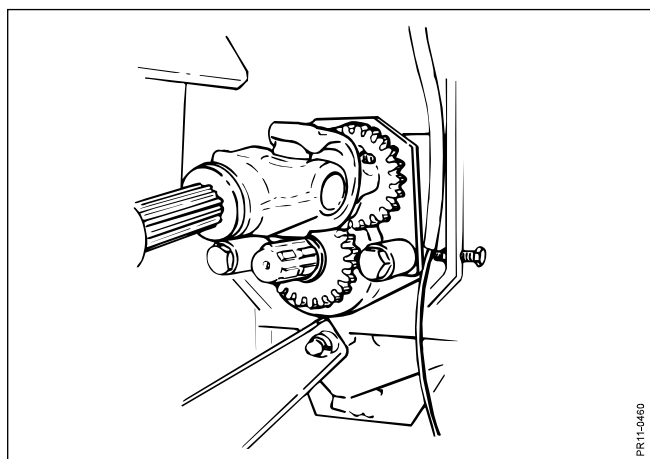

Fig. 4-14
- Fig. 4-14** 4. Monter l'arbre d'entraînement de prise de force sur l'arbre libre du carter de rotor.